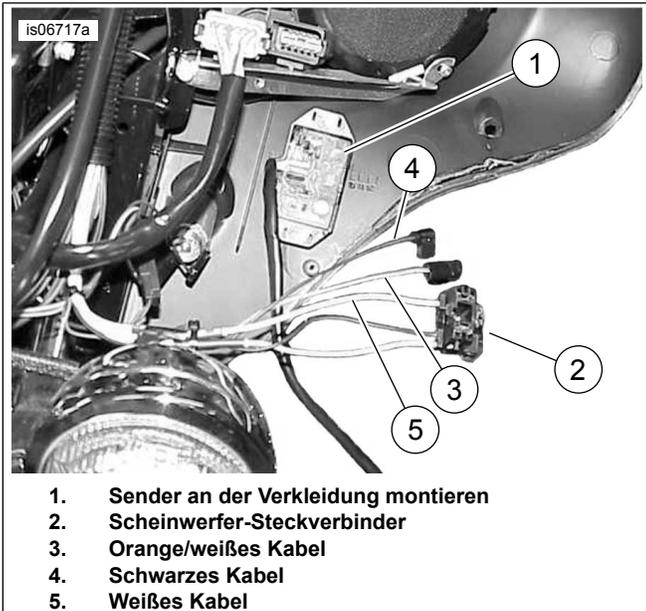
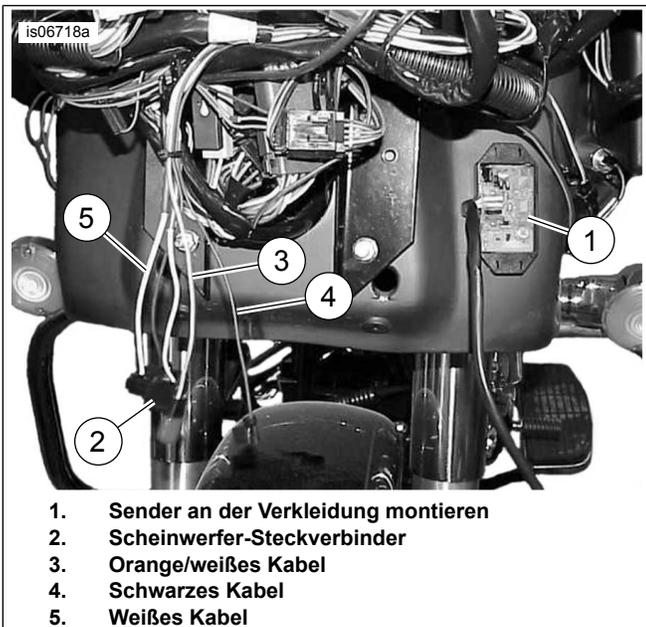

Abbildung 11. Kabel für den Senderanschluss (FLHT/X bis 2013)
Abbildung 12. Kabel für den Senderanschluss (FLTR bis 2013)
Touring/Trike (FLHT/X, FLTR, bis 2013)	Obere Innenseite der Verkleidung, mit Schaumstoffpolster (zuerst Außenverkleidung abnehmen) (Siehe Abbildung 11. und Abbildung 12.).
3. Siehe Abbildung 11. (FLHT-, FLHX-Modelle) oder Abbildung 12. (FLTR-Modelle). Den Sender an der oberen Innenseite der Verkleidung montieren.